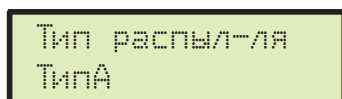

Рис. 61
- После выбора типа компьютер автоматически переходит на выбор задаваемого распылителя (Рис. 61).